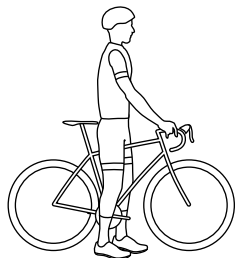

Рисунок 1.1. Правильная высота велосипеда
• Для велосипеда со стандартной прямой верхней трубой рамы зазор между вами и верхней трубой рамы, если вы станете над велосипедом, должен составлять не менее 25 мм (рис. 1.1).